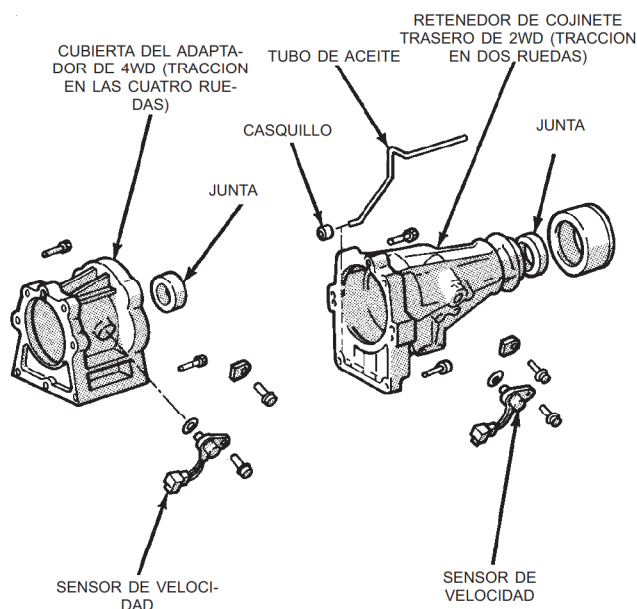

Fig. 37 Juntas de la cubierta del adaptador J9121-379
(3) En los vehículos 4x2, retire el protector contra polvo de la cubierta del adaptador golpeando suavemente con un punzón y un martillo de latón (Fig. 37).